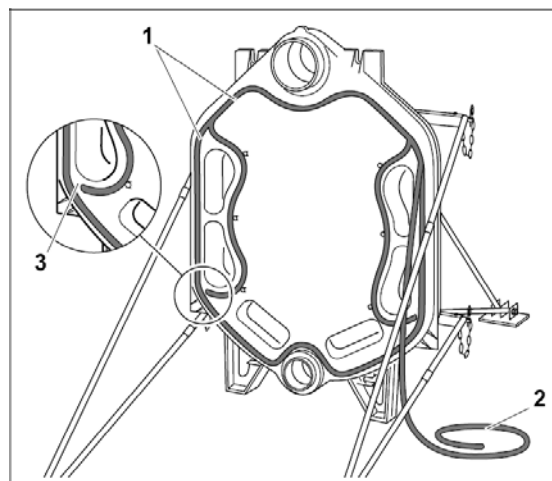
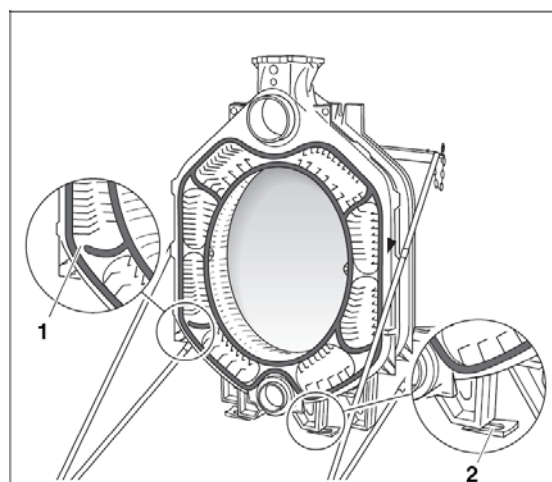

Fig. 11
Fig. 16
- Lägg elastiskt tätningsgummi (Fig. 11, **pos. 2**) i tätningsspåren (Fig. 11, **pos. 1**) på framsidan av baksektionen, du börjar ovanifrån, och trycker in gummit lite lätt. Låt tätningsgummarna överlappa varandra med 2 cm i ändarna, och tryck fast ändarna mot varandra.
Tätningsgummit (KM-gummi) ska rullas av den medföljande rullen i nödvändig längd. När du lägger tätningsgummit i tätningsspåret, ska du dra den av pappersunderlaget (sträck inte ut gummit). I hopdragningarna på höger och vänster sida (Fig. 11, **pos. 3**) blir det elastiska tätningsgummit avbrutet.
Fig. 16 visar elementet med frånledningsanslutning. Nipplarna till montering av det nästa mellanelementet är satt i nippelgångarna. Tätningsgummin är allaredan lagt i tätningsspåret. Som det också visas vid det bakre elementet (Fig. 11), är det elastiska tätningsgummit också avbrutit här. (Fig. 16, **pos. 1**). Pannelementet är rättat in med fotkilar för att underlätta monteringen (Fig. 16, **pos. 2**).